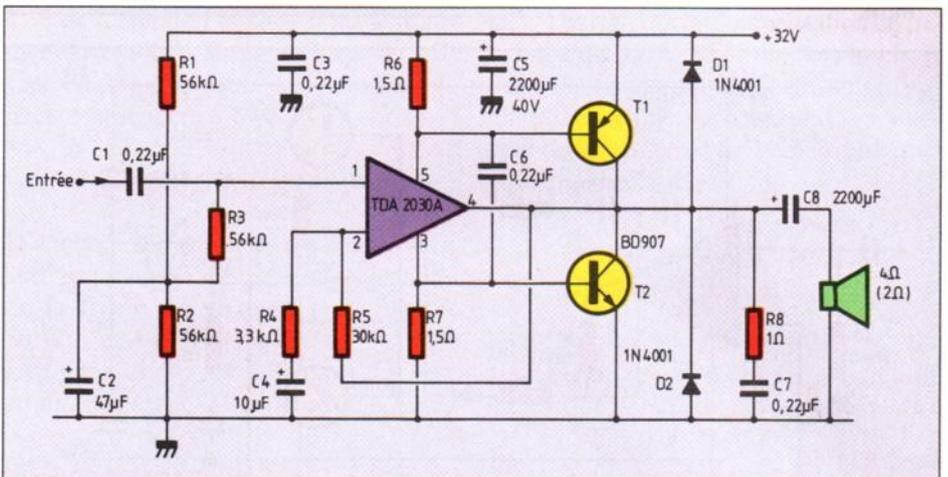

Fig. 10. – Faisant suivre le TDA 2030 A de deux transistors en émetteur commun, on augmente le rendement de l'amplificateur (schéma d'application SGS-Thomson).
Le schéma de la figure 10 travaille avec la même tension d'alimentation que précédemment et avec la même résistance de charge. Un supplément de puissance ne peut donc provenir que d'une amélioration du rendement.
**Fig. 15. -** Cette mise en pont du montage à haut rendement de la figure 10 permet de fournir 180 W à 1 % de distorsion, ou 200 W, si l'on admet un taux de distorsion de 10 %.
**Haut rendement.** 200 W dans une résistance de charge de 4 Ω, cela correspond à des amplitudes de  $\pm 40$  V et  $\pm 10$  A. Pour atteindre pareilles valeurs avec des pertes raisonnables, on doit compléter le TDA 2030 A par des transistors de puissance en émetteur commun, suivant le principe évoqué par la figure 10.